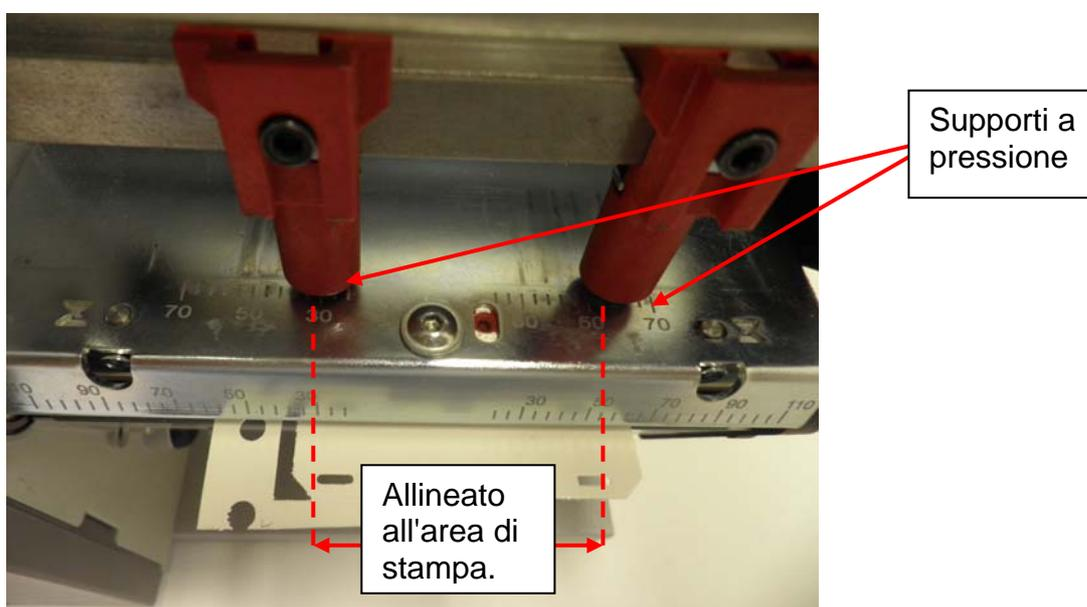

Figura 1 - Regolazione dei supporti a pressione per l'area di stampa relativa al prodotto da stampare.
2.1. Posizione dei supporti - posizionare i supporti a pressione (Figura 1) sui bordi della zona stampabile.